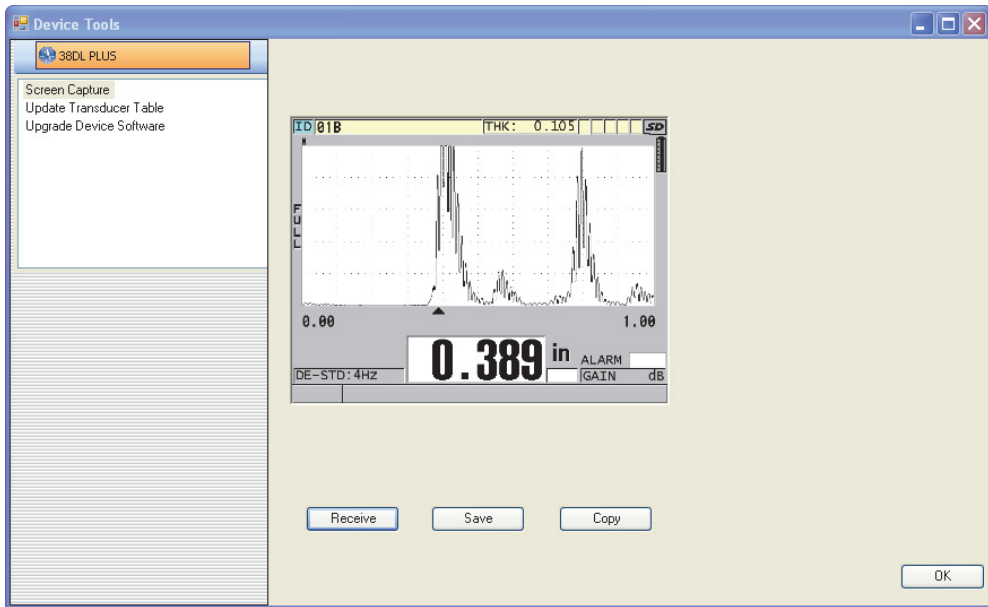

Figura 14-11 Captura de pantalla en el cuadro de diálogo Device Tools
- b) En el cuadro de diálogo **Device Tools** (ver Figura 14-11 en la página 299), seleccione **Screen Capture** y, después, **Receive**.